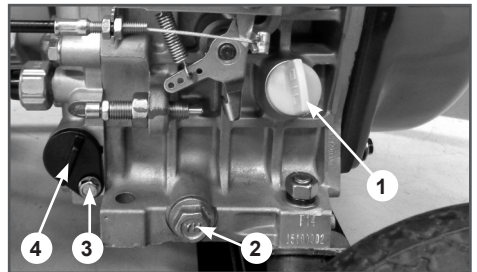

Рис. 18 Замена моторного масла
4. Очистите от загрязнений зону вокруг маслосливной горловины. Извлеките крышку-щуп (Рис. 18 п. 1) из маслосливной горловины и протрите его насухо.
5. Открутите пробку для слива масла (Рис. 18 п. 2) и слейте отработанное масло в подготовленную для этого ёмкость. Для наглядности на Рис. 18 показан двигатель генератора без шумозащитного кожуха.
6. Выкрутите болт фиксации масляного фильтра (Рис. 18 п. 3). Во избежание пролива масла подложите кусок ветоши под масляный фильтр, после чего извлеките его (Рис. 18 п. 4).